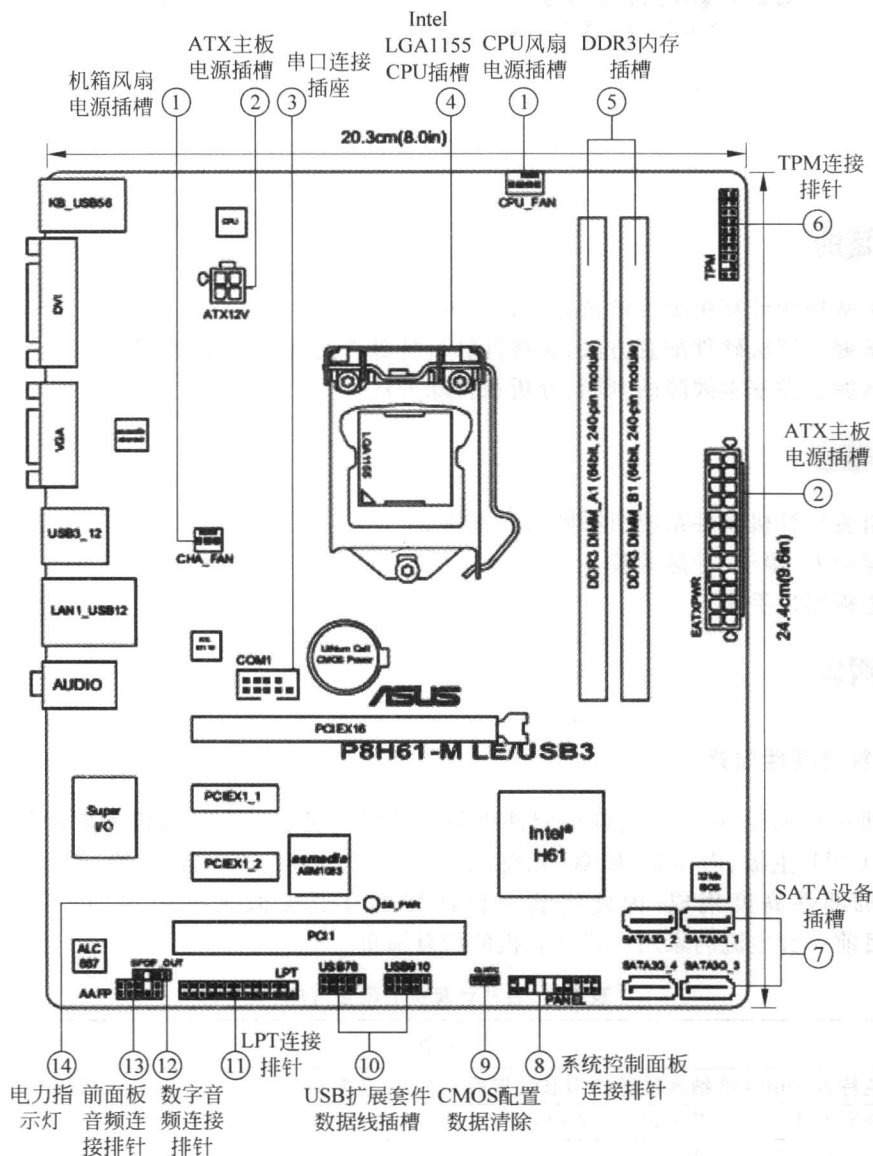
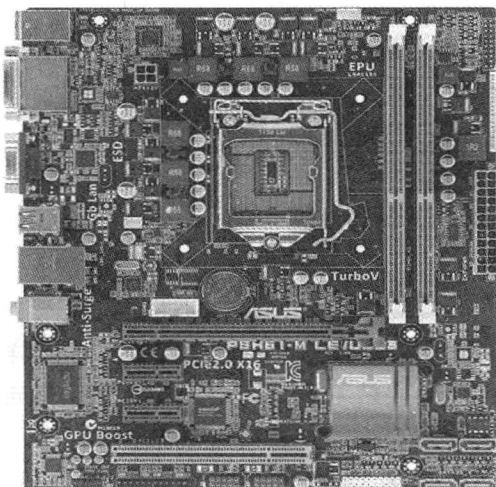

图 1-1 华硕 P8H61-M LE/USB3 主板的元件结构框图
图 1-2 华硕 P8H61-M LE/USB3 主板
进行硬件连接之前应该仔细阅读主板的用户手册,并对比主板实物了解主板的结构,参照主板说明书设置主板跳线。图 1-1 为基于英特尔 LGA 1155 CPU 平台的华硕 P8H61-M LE/USB3 主板的元件结构框图。图 1-2 为该主板的实物图。本次实验内容部分说明性材料取自华硕 P8H61-M LE/USB3 用户手册,详细的操作也可直接参考该手册。
(1) 在如图 1-2 所示的主板上找到处理器插座。